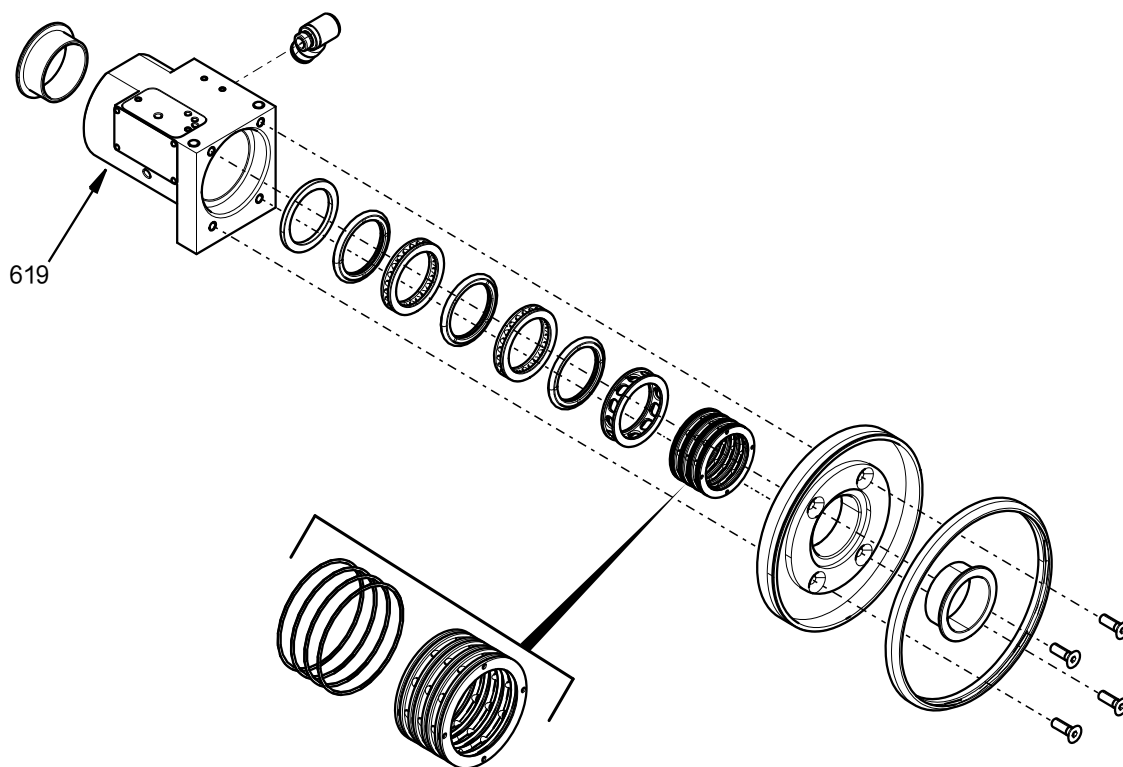

FIG. 19
11. 现在可以从旋转外壳 (619) 上卸下所有内部零配件和密封件。如果旋转装置室被拆除, 则应更换所有内部垫圈和密封件。参见FIG. 19。